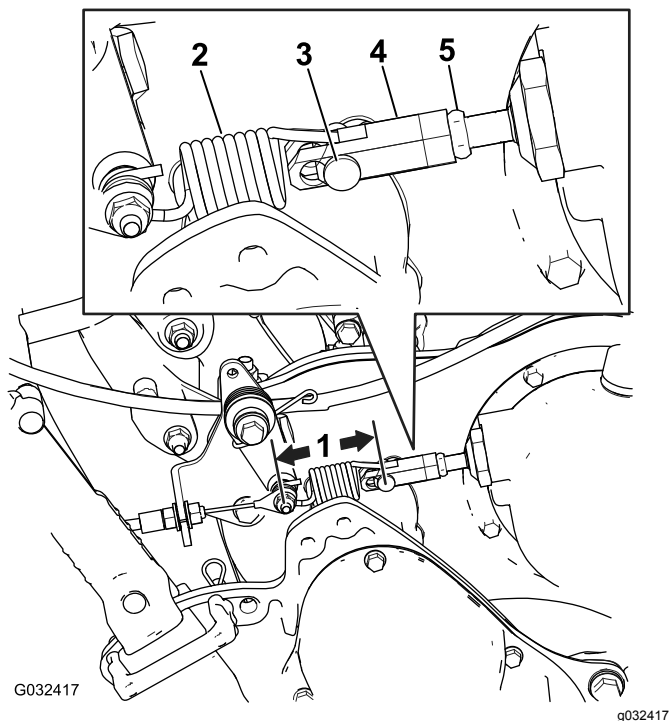

Bild 48
2. Messen Sie den Abstand vom Stift an jedem Ende der Fahrtriebsfeder (Bild 48). Wenn der Abstand nicht zwischen 7,3 cm bis 7,6 cm liegt, stellen Sie die Kupplung mit den Schritten unten ein.
- B. Lockern Sie die Klemmmutter an der Spannschraube und nehmen den Lastösenbolzen ab: Nehmen Sie die Feder von der Spannschraube ab (Bild 48).
- F. Messen Sie den Abstand vom Stift an jedem Ende der Fahrtriebsfeder (Bild 48). Wiederholen Sie die Schritte A bis F, bis der Abstand zwischen 7,3 cm und 7,6 cm liegt.